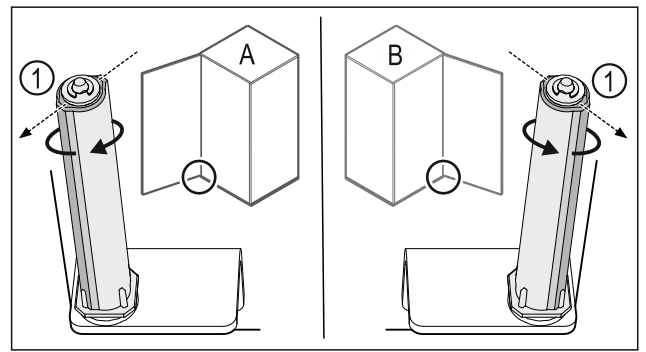

Fig. 36 Battuta a sinistra (A) / battuta a destra (B)
- ▶ Ruotare il sistema di chiusura contro la resistenza fino a quando la sporgenza del sistema di chiusura Fig. 36 (1) non è rivolta verso l'esterno.